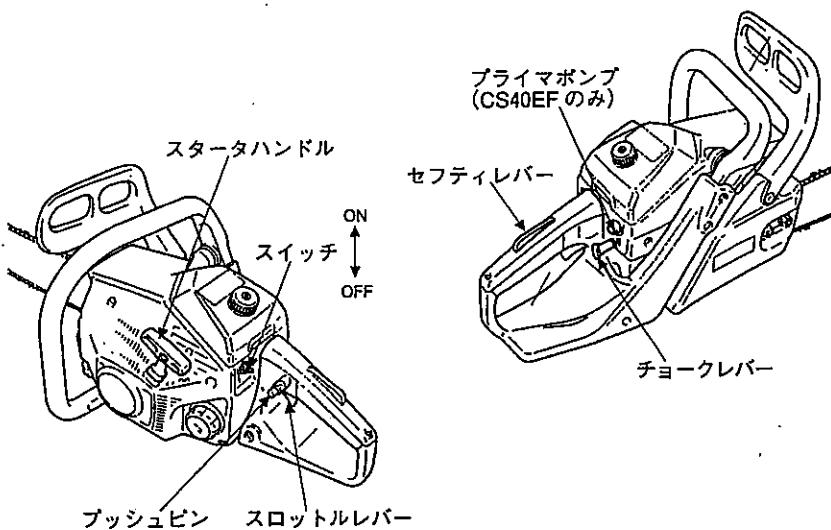

図 17
- (2) スイッチをON(入)にします。(図17)
- (3) スロットルレバーを次の順序で中間開度に固定します。(図17)
- ① セフティレバーを押す。
- ② スロットルレバーを引く。
- ③ ブッシュピンを押す。
- ④ スロットルレバーとセフティレバーを離す。
- (4) チョークレバーを引きます。(図17)
- (5) CS40EFについては、プライマポンプを数回押し、燃料がプライマポンプ内に入ったことを確認します。
スロットルレバーを戻して、エンジンの回転を低速に落とします。次にスイッチをOFF(切)側に倒すとエンジンが停止します。(15ページの図17参照)